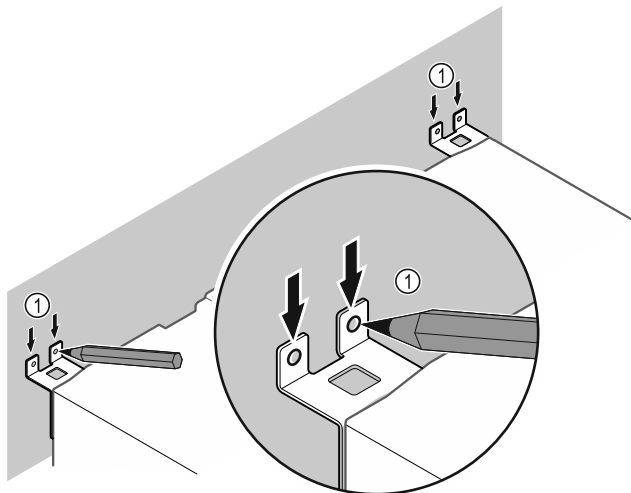

Fig. 11
- ▶ Vendosni shenjat në mur Fig. 11 (1).